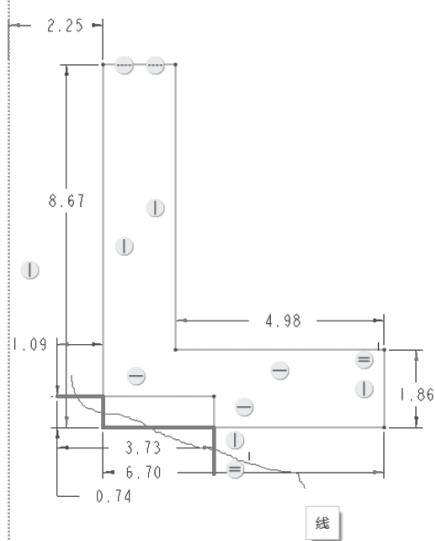

图 2-1-4 删减草图多余线段
(1) 在顶部工具栏中，单击“删除段”按钮，执行修剪的“删除段”命令。
(2) 单击选取需要修剪的图元，系统将其显示红色后，随即删除该图元。
(3) 参照法兰盘的外形轮廓删除多余线段，如图 2-1-4 所示。